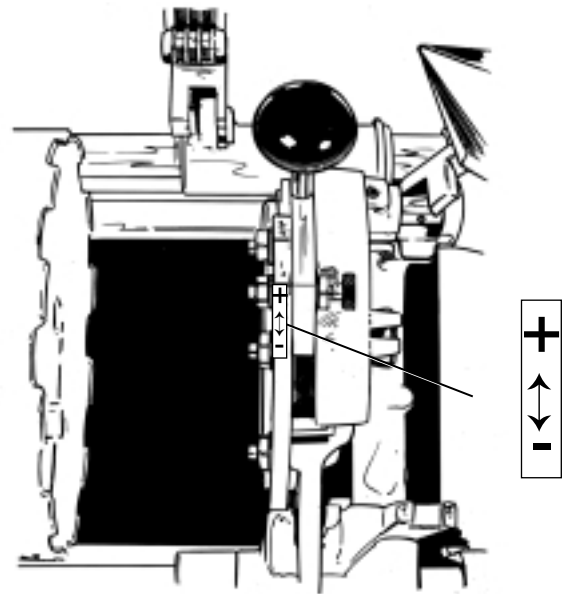

Figure 10
1. Pour réduire la profondeur de filetage, desserrez l'écrou du dispositif de réglage de profondeur et tournez-le légèrement vers le repère (+) de la barre de réglage de la tête de filière. Serrez l'écrou de blocage (Figure 10).
2. Pour augmenter la profondeur de filetage, desserrez l'écrou du dispositif de réglage de profondeur et tournez-le légèrement vers le repère (-) de la barre de réglage de la tête de filière. Serrez l'écrou de blocage (Figure 10).